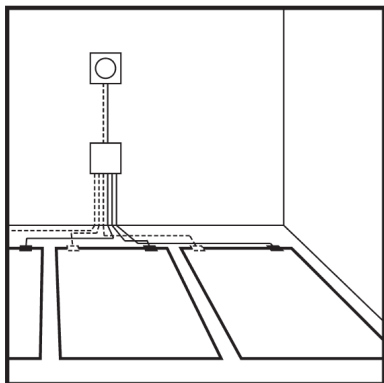

Bild 1
- Die Leiter sind in die elektrische Dose (vgl. Bild 1 und 2) oder direkt in den Thermostat anzuschließen. Nach der Verlegung der Bahnen mit Ohmmeter (vor der Verlegung des Fußbodenbelags) einzelne Bahnen messen und die Werte gemäß der na der Titelseite angeführten Tabelle kontrollieren – die Abweichung muss sich in der Toleranz von + 5% bis -10% befinden (falls die Folie verkürzt wurde, ist es nötig, diese Werte umzurechnen). Die gemessenen Angaben sind in den Garantieschein zu bemerken. In den Garantieschein sind ebenso die Positionen von Bahnen und Leitern, einschließlich ihrer Anschlussstelle, zu bemerken.